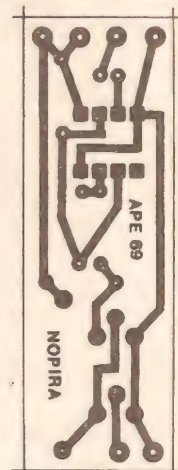

Fig. 2
- **FIG. 2 - LAY OUT DO CIRCUITO IMPRESSO ESPECÍFICO** - Pequeno e estreito, o *lay out* do padrão cobreado do impresso (cujas ilhas e pistas cobreadas são vistas, na figura, em tamanho natural...) foi propositalmente *expresido* ao máximo, de modo a facilitar a sua instalação *dentro* da *pistola* (seja ela totalmente feita pelo hobbysta, seja improvisada a partir de um brinquedo já existente...). Pela pequena quantidade de componentes, reduzidas dimensões gerais, poucas ilhas e trilhas, o impresso é de fácil confecção, bastando que o leitor/hobbysta execute cada uma das